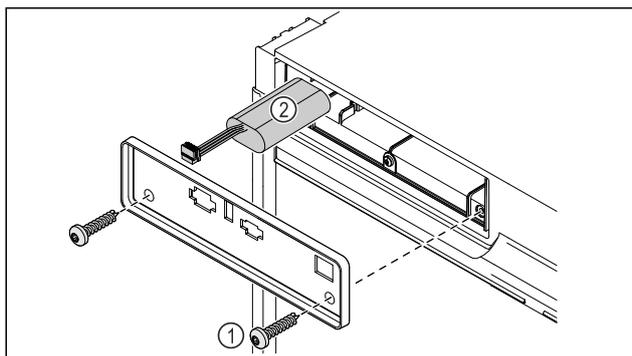

Fig. 197
- ▶ Svitare le viti e rimuovere la copertura sul lato posteriore dell'apparecchio Fig. 197 (1).
- ▶ Disinnestare la batteria ed estrarla Fig. 197 (2).